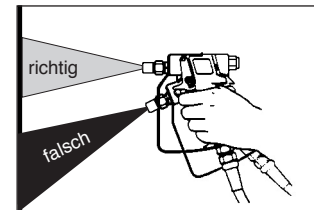

Abb. 27: Spritzwinkel
- Halten Sie die Spritzpistole im rechten Winkel (90°) zu der zu beschichtenden Fläche. Sobald Sie die Spritzpistole in einem anderen Winkel halten, wird die Beschichtung ungleichmäßig und fleckig (Abb. 27).